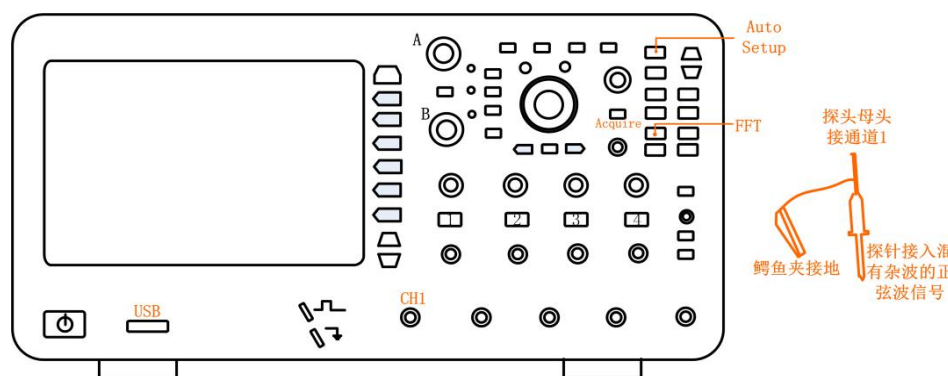
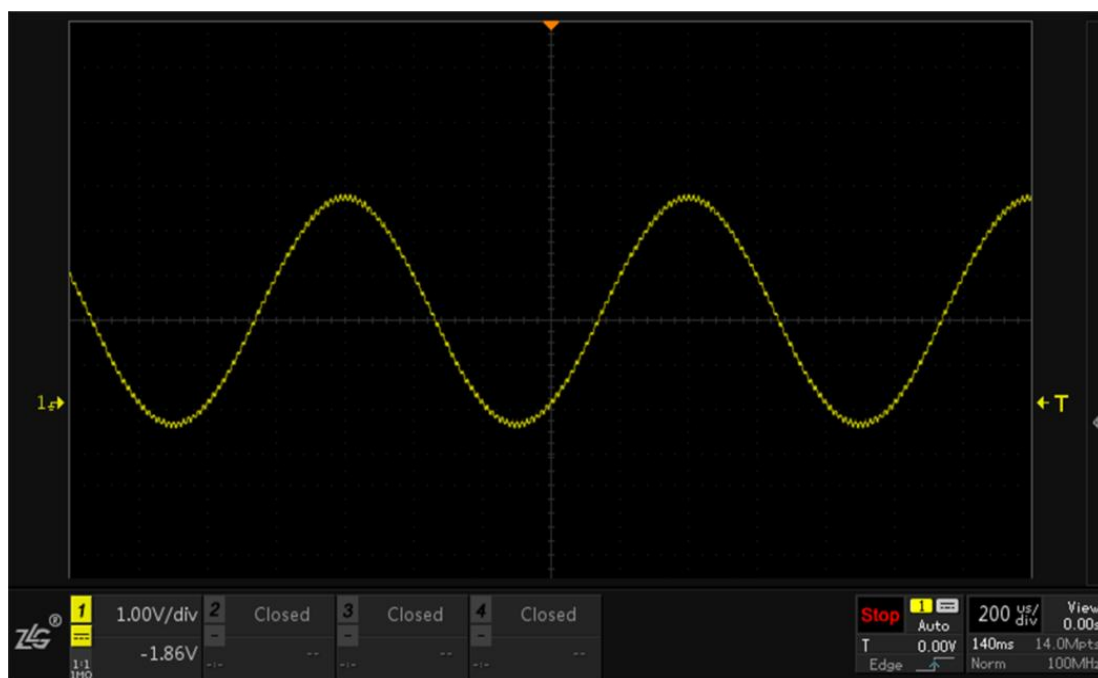

图 19.7 接入信号
图 19.8 数学运算界面
- 1、在通道 1 接入有谐波混杂的正弦信号，如图 19.7 所示，点击【Auto Setup】一键捕获波形，如下图 19.8，此时可以很明显的观察到信号中存在干扰谐波，此时可利用 FFT 计算整个信号的频率，分析出干扰谐波的频率值；